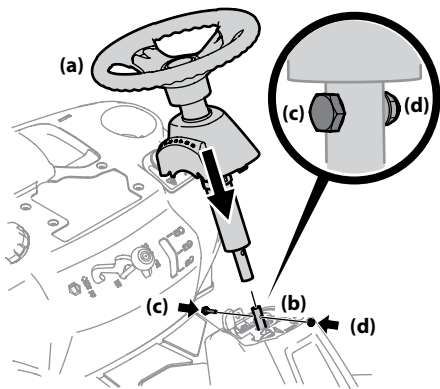

Figura 2-3
- Baje el conjunto del volante (a) sobre el eje inferior de la dirección (b) y sujételo con el tornillo con reborde (c) y la tuerca de seguridad (d) que extrajo previamente. Consulte la Figura 2-3.